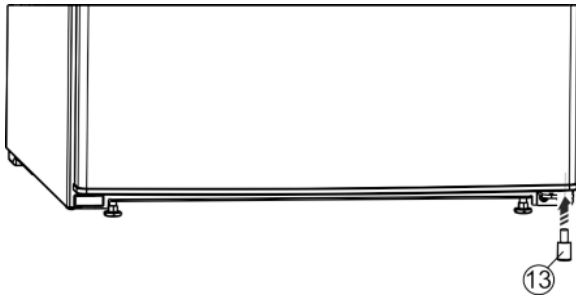

Fig. 10
- ▶ Inserire nuovamente il distanziatore Fig. 10 (13) nella porta, a destra in basso, poiché è importante per la stabilità dell'apparecchio.